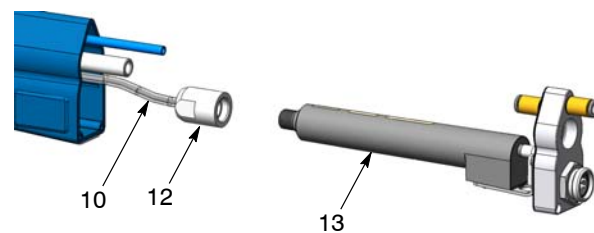

Bild 39 Urkoppling av elektrodskabel
8. Se bild 39. Skruva av multiplikatormuttern (12) från multiplikatorn (13).
3. Se bild 39. Sätt i fjäderändan av elektrodskabeln (10) i multiplikatorhålet tills att den bottenar, skruva därefter ordentligt fast multiplikatormuttern (12) på multiplikatorn.